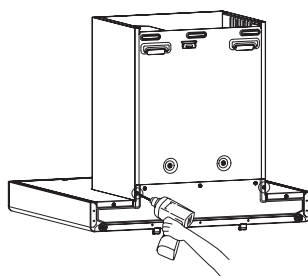

Fig.6
2. 取下風機外罩、裝飾罩（僅適用於 EMG6020-C/EMG6020-CY）：用螺絲刀取下主機背後固定風機外罩的 2 顆螺釘（見 Fig.6），然後雙手抓住風機外罩和裝飾罩向上將其取出（見 Fig.7）；